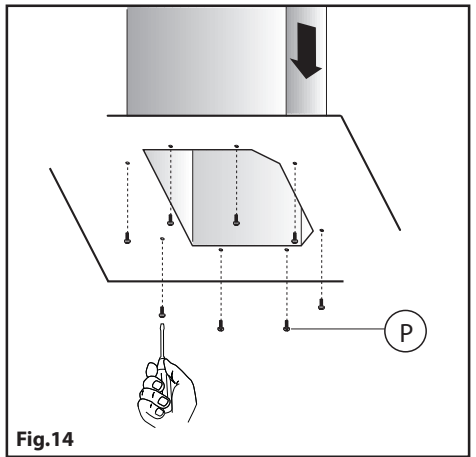

Fig.14
- Le cas échéant, fixer de l'intérieur la cheminée inférieure à la hotte à l'aide des vis **P** (**Fig. 14**).